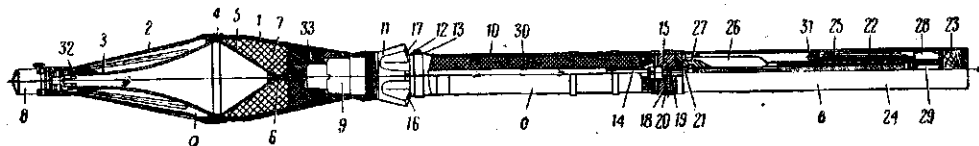

Рис. 29. Выстрел ПГ-7В:
21. Выстрел ПГ-7В (рис. 29) состоит из противотанковой гранаты и порохового заряда.
**24. Реактивный двигатель гранаты** (рис. 29) служит для увеличения скорости полета гранаты. Он состоит из трубы, соплового блока, фиксатора с шайбой, упора, диафрагмы и дна.
**25. Пороховой заряд** (рис. 29) предназначен для сообщения гранате начальной скорости. Он конструктивно объединен со стабилизатором и состоит из ленточного нитрогли-